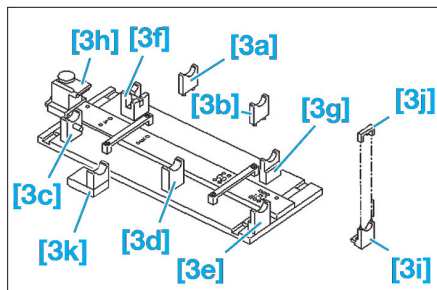

Fig. 56
- Déposer les logements [3c], [3d] et [3e] de l'embase, vissage par le bas (Fig.56).
- Retirer le capuchon [3j] (Fig.56).